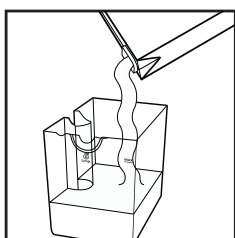

Рис. 2
- Снимите емкость для молока (11), также наполните её холодной водой до отметки МАХ и установите её на место (рис.2).